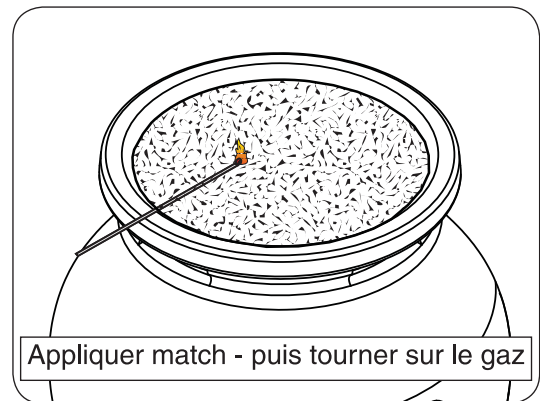

Fig. 22-1
- 3. Posez une lumineuse à longue tige match sur la surface du support de décoration à proximité de l'anneau brûleur (**ne tenez pas le match en main**) ou utiliser un briquet au butane allumée au long cou (Fig. 22-1).